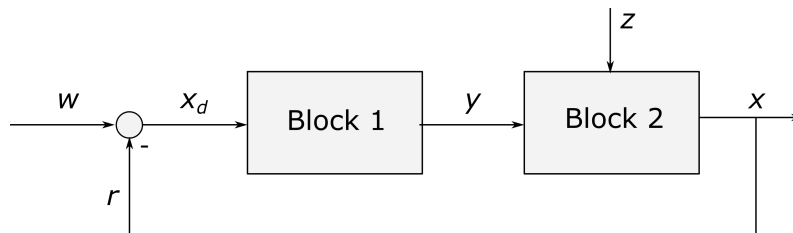

Abbildung 2: Blockschaltbild eines Regelkreises.
1. In Abbildung 2 sei das Blockschaltbild eines Regelkreises gegeben. Benennen Sie in der Tabelle auf dem Lösungsblatt *Block 1* und *Block 2* sowie die fehlenden Größen des Regelkreises.